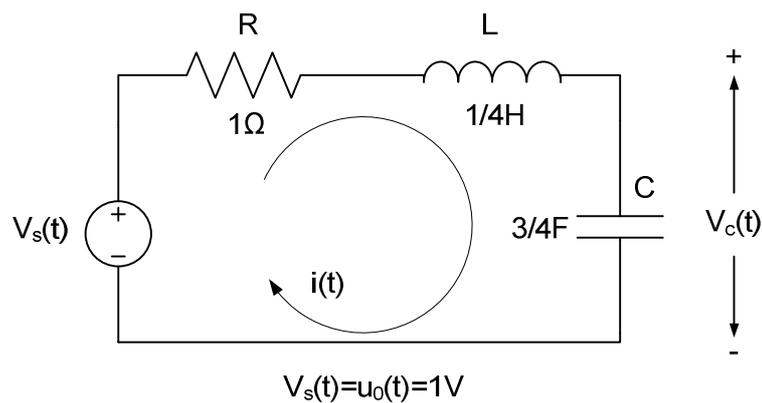

Figura 4.1: Circuito eléctrico.
En este capítulo se describirán los pasos a seguir para crear un archivo Simulink® y realizar una simulación. Para ello se va a tomar un ejemplo sencillo de un sistema eléctrico que se desea modelar, el caso en estudio está esquematizado en la figura 4.1.
Esta sección tiene como objetivo plantear las ecuaciones de la respuesta temporal del sistema que se pretende simular. En este caso, el sistema que vamos a estudiar es el presentado en la figura 4.1. Aplicando las leyes de Kirschoff (procedimiento que se detalla en los apuntes de clase, tema 3) las ecuaciones que se obtienen son las siguientes:
Por último, particularizando la ecuación 4.3 con los parámetros mostrados en la figura 4.1, se obtiene,
4.10 se ha simulado el circuito eléctrico presentado en la figura 4.1 para un voltaje de entrada de la fuente de tensión continua que evoluciona en forma de escalón.